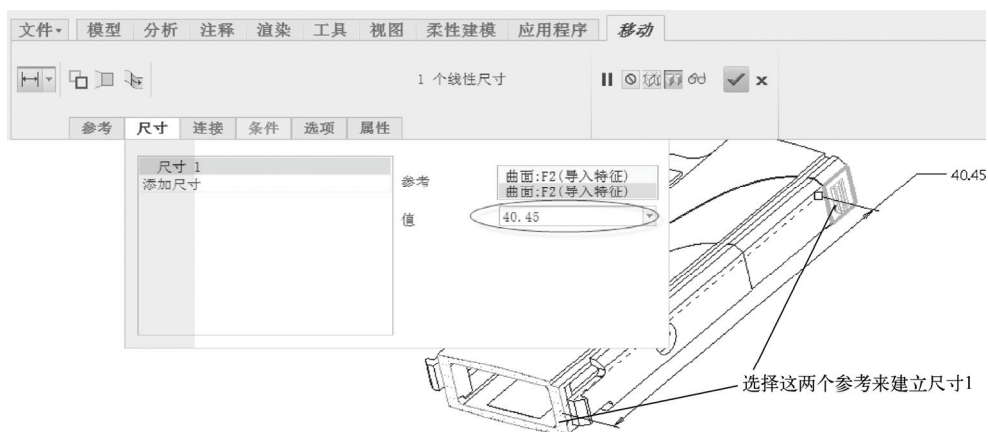

图 8-81 选择参考建立尺寸 1 并修改其值
4) 在“移动”选项卡中打开“尺寸”面板, 在图形窗口中结合〈Ctrl〉键选择图 8-81 所示的两个参考来建立尺寸 1, 并在“值”组合框中输入“40.45”(原值为“40”)。